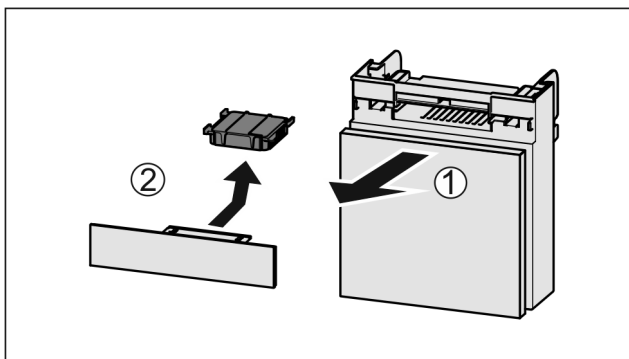

Fig. 102
- ▶ Pretinac izvucite Fig. 102 (1) prema naprijed.
- ▶ Izvadite filter s aktivnim ugljenom Fig. 102 (2).